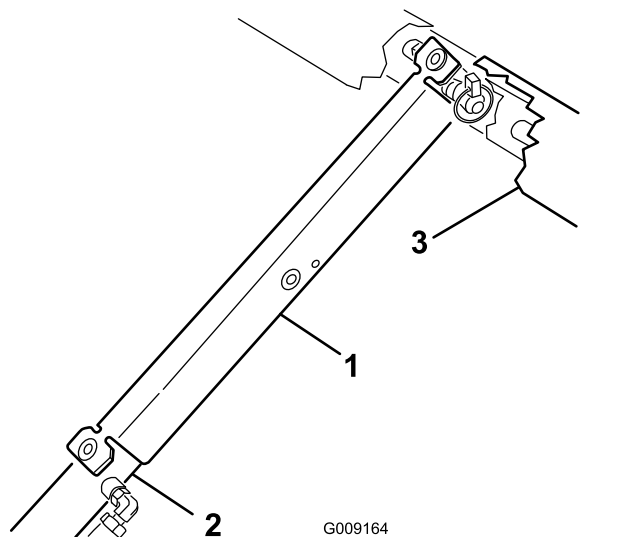

図 15
10. サポートをシリンダロッドにはめ込み、サポートの端部でシリンダバレルの端とシリンダロッドの端を確実に支える 図 15。